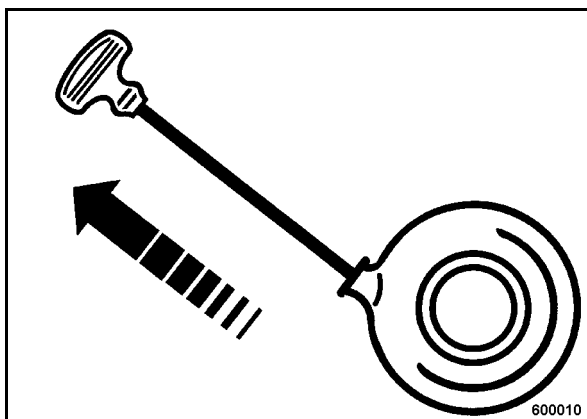

рис. 22
- Потянуть трос за ручку стартера как можно быстро и сильно (рис. 22) .